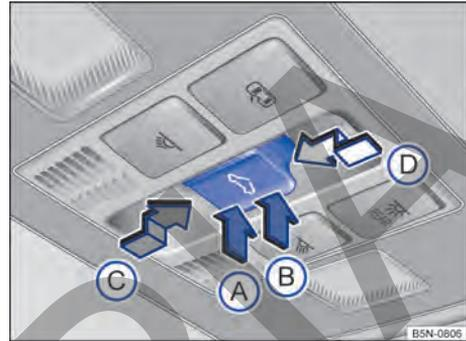

Fig. 54 En el revestimiento interior del techo: tecla del techo de cristal.
- Función manual: pulse la tecla por la zona → fig. 54 (B) hasta el primer nivel.
- Función automática: pulse la tecla por la zona (B) hasta el segundo nivel.